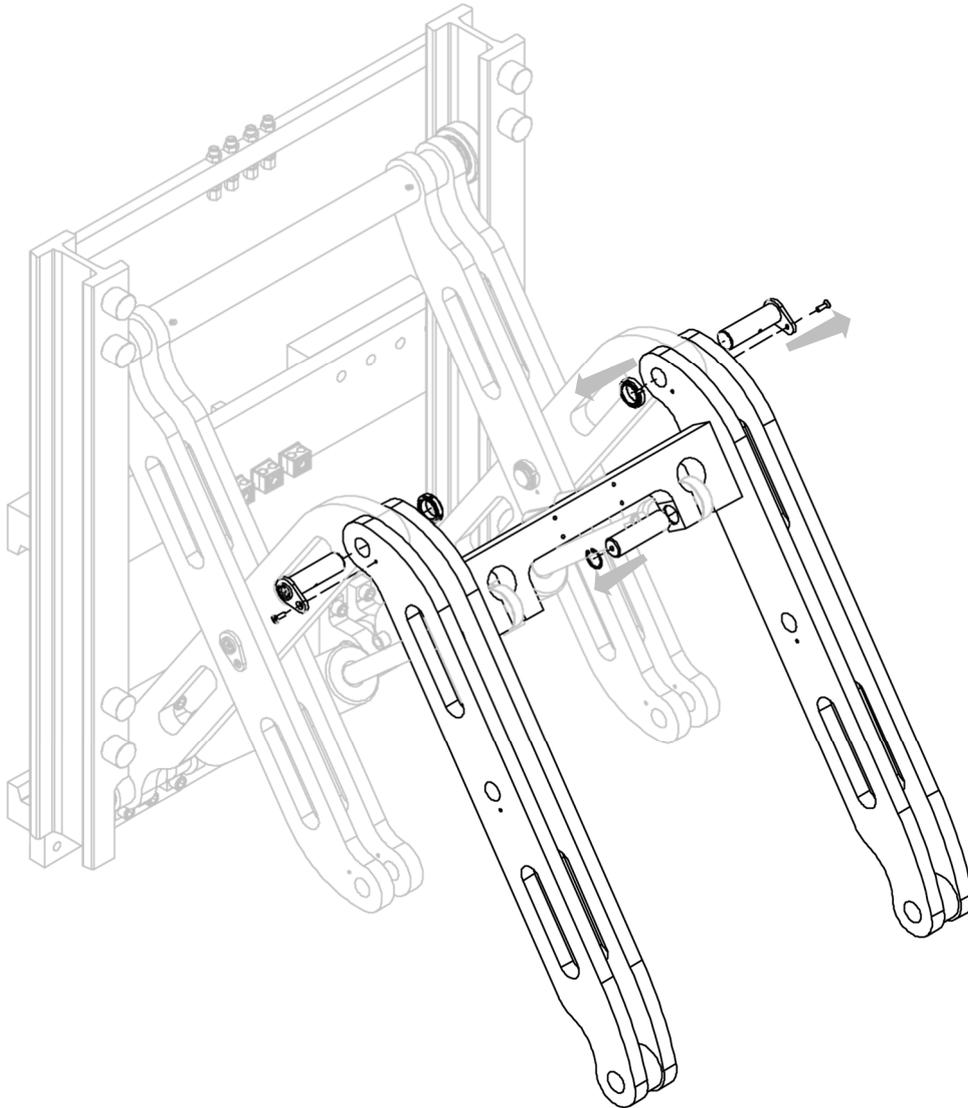

Figure 11
5. Retirer les quatre broches qui bloquent la paire de bras (voir *Figure 11*).